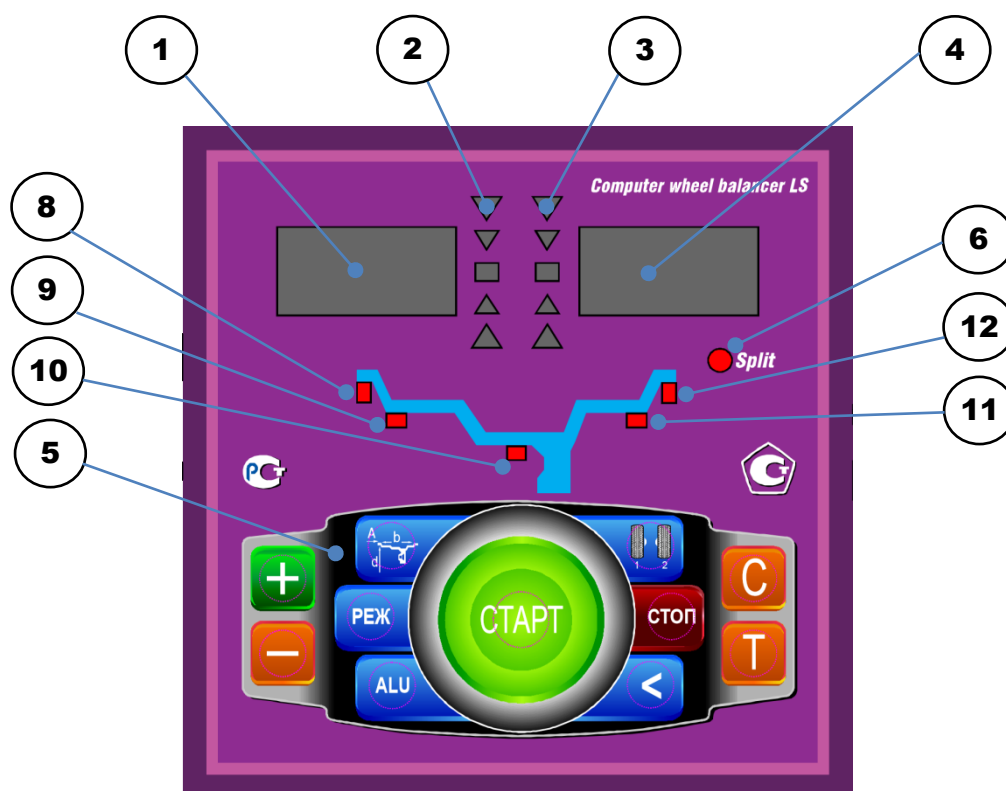

рис.8.1.
8.1. Общий вид лицевой панели показан на рис. 8.1.
При выдвигении штанги на индикаторах 1 (рис. 8.1) отображается значение параметра "А". Значение параметра "d" отображается на индикаторах 4.
Для ввода ширины нажмите кнопку "+" или "-" на индикаторах 1(рис.8.1) высветится "-b-", а на индикаторах 4 значение ширины диска. Через 2-3 сек после установки ширины индикаторы в режим отображения текущего дисбаланса.
Дважды нажать кнопку "A, d, b", после чего на индикаторах 1 (рис.8.1) загорается символ "A", а на индикаторах 4 исходная величина дистанции. Нажимая кнопки "-" и "+" установить на индикаторах 4 требуемую величину дистанции. Через 2-3 сек после установки дистанции показания на индикаторах 1 и 4 возвращаются к отображению текущего дисбаланса, а кнопки "-" и "+" возвращаются в режим ввода ширины обода.
11.1. Переключение схем ALU1-ALU5 осуществляется последовательным нажатием кнопки "ALU" при этом схема установки грузов отображается загоранием соответствующих светодиодов 8-12 (рис.8.1), кроме того, на индикаторах 1 отображаются символы ALU, а на индикаторах 4 номер 1-5. Через 2-3 сек. после установки требуемой программы ALU индикаторы 1-4 переходят в режим отображения дисбаланса.
12.3. Для входа в программу Split удерживайте кнопку РЕЖ, до того как загорится светодиод 6 (рис.8.1) и на индикаторах 1 загорятся символы "SPn", означающие, что необходимо ввести число спиц обода колеса, подлежащего балансировке. При этом на индикаторах 4 загорается цифра 5. Если число спиц колеса отличается от 5, кнопками "-" и "+" установить на индикаторах 4 фактическое число спиц колеса.
12.4. Запустите СБ. После остановки вала установите любую спицу обода колеса вертикально вверх (на 12 часов) и нажмите кнопку С. После чего, на индикаторе 1 и линейке 2 (рис.8.1) будут указаны величина и место установки корректирующего груза на внутренней плоскости.
Эта функция обеспечивается тем, что каждый раз при вводе новых геометрических параметров и установке требуемой программы ALU, предыдущее состояние запоминается. Для перехода от одного набора параметров к другому необходимо нажать кнопку "1-2". Визуальный контроль того, какие параметры установлены в данный момент, осуществляется нажатием "A,d,b" на индикаторах 4 (рис.8.1) будут последовательно отображены, установленные в данный момент диаметр, ширина обода и дистанция.
14.1. При включении тумблера питания СБ на индикаторах 1 (рис. 8.1) высвечивается трёхзначное число - номер версии программного обеспечения. Через 2-3 сек на индикаторах 1 и 4 должны загореться нули, кроме того должны загореться светодиоды 8 и 12, что свидетельствует о включении режима стандартной балансировки с установкой на обеих плоскостях коррекции грузиков на пружинках. На линейках 2 и 3 (рис. 8.1) должны загореться центральные светодиоды.
14.2. При включении СБ программа измерения дисбаланса настраивается таким образом, что дисбаланс менее 8 г (заводская установка для легкового режима) на любой плоскости коррекции не показывается, в этом случае на индикаторах 1 и 4 (рис. 8.1) высвечиваются "0". Минимальный дисбаланс отображающийся на индикаторах 1 и 4 равен 8г. Дисбаланс, превышающий 8г, округляется до величины кратной 5, т. е. дисбаланс 9, 10, 11 и 12 г отображается цифрой 10, дисбаланс 13, 14, 15, 16 и 17 г - цифрой 15 и т. д. Для просмотра неокруглённого значения дисбаланса или дисбаланса менее 8г. необходимо нажать кнопку "<", при этом на индикаторах 1 и 4 на 2-3 сек высвечиваются фактические значения дисбаланса, определённые в данном запуске.